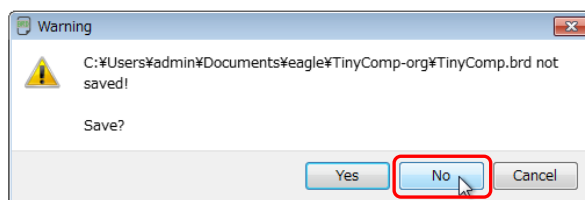

図 49
- ⑨ 面付け作業する新しいウィンドウを新しく開きます。
- b) TinyComp.brd を保存するよう Warning 図 49 が表示されますが、**[No]**をクリックし次に進みます。